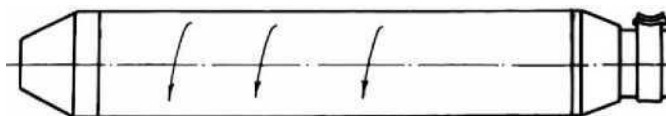

Рисунок 3. Схема направления вращения вала ротора вибраторов серии AR.
- в соответствующем направлении вращения вала ротора (только для вибраторов серии VHN RUS). При установлении направления вращения капля жидкости или бетонная смесь, нанесенная на корпус вибронаконечника, должна перемещаться в направлении, указанном стрелкой (*рисунок 3*);
8.4 После пробного пуска, в случае перемещения каплей жидкости или бетонной смеси по корпусу вибратора серии VHN RUS в противоположном направлении (*см. рисунок 3*), необходимо поменять местами две жилы кабеля на зажимах источника питания и затянуть резьбовое соединение корпуса вибронаконечника (в случае их раскрутки).